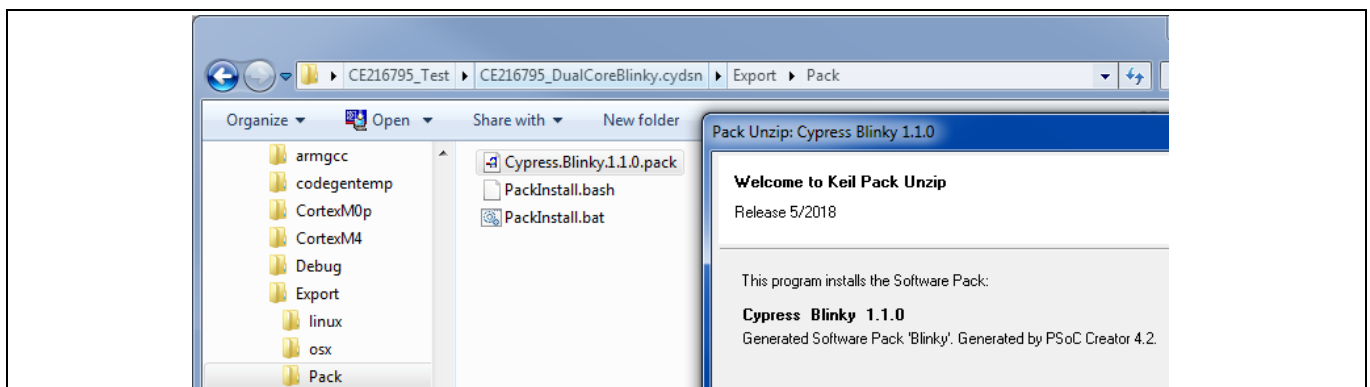
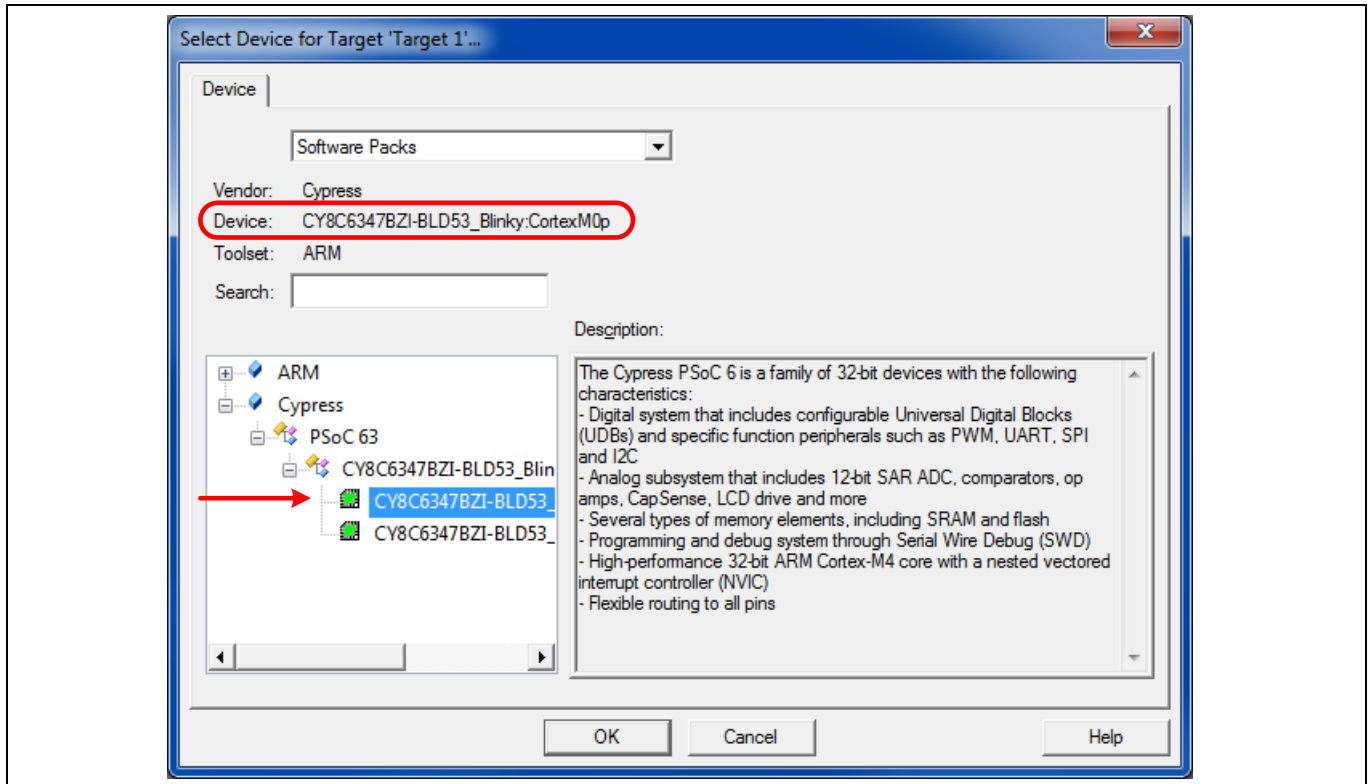

Figure 15 PSoC Creator プロジェクトから µVision パックのインストール
Figure 18 プロジェクトデバイスとして CM0+を選択
µVision の場合、PSoC Creator プロジェクトがビルドされた後に、Export \ Pack フォルダで対応する .pack ファイルを見つけてください。Figure 15 に示すように、ファイルをダブルクリックして µVision パックとしてインストールしてください。
**Save** をクリックすると、**Select Device for Target 'Target 1'...**ダイアログボックスが表示されます。以前にインストールされたパック (**Figure 15**) で定義された 2つの PSoC 6 MCU CPU が表示されます。**Figure 18** に示すように、CM0+ CPU を選択してください。**OK** をクリックしてください。
- 以前にインストールしたパックから CM4 CPU を選択してください。Figure 18 を参照してください。